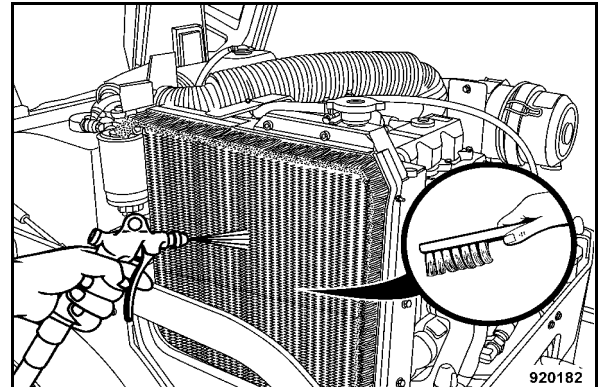

Fig. 148
- Souffler ensuite l'air comprimé à travers le refroidisseur (Fig. 148) depuis le côté de l'admission d'air.